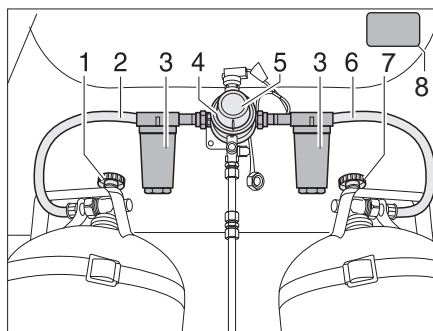
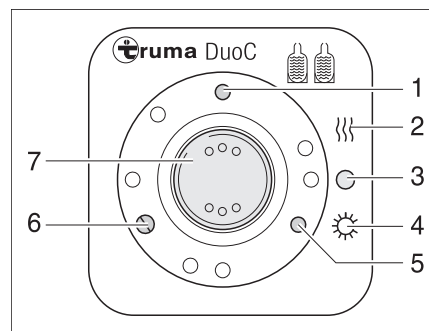

Fig. 83 Dispositif de commutation DuoControl
Fig. 84 Unité de commande
Le dispositif de commutation DuoControl est constitué d'une robinetterie de commutation (Fig. 83,4) et de l'unité de commande (Fig. 84). La robinetterie de commutation est montée entre les flexibles de gaz (Fig. 83,2 et 6). Avec le bouton rotatif (Fig. 83,5) sur la robinetterie de commutation, on peut déterminer laquelle des bouteilles de gaz est la bouteille de service et quelle bouteille de gaz est utilisée comme bouteille de réserve.
La robinetterie de commutation (Fig. 83,4) est équipée de l'installation de dégivrage du régulateur EisEx. On évite ainsi des dérangements de l'installation de gaz en hiver.
Avant la robinetterie de commutation se trouvent de chaque côté un filtre à gaz (Fig. 83,3), lequel protège l'installation de gaz de l'encrassement par l'huile et des impuretés.
Seules les fonctions électriques peuvent être commandées sur l'unité de commande (Fig. 84). Les robinets principaux des bouteilles de gaz (Fig. 83,1 et 7) doivent être ouverts à la main.
La robinetterie de commutation garantit une pression de gaz constante, indépendamment de la bouteille de gaz utilisée. Les deux voyants de contrôle sur l'unité de commande montrent le niveau de remplissage de la bouteille de service. Lorsque le voyant de contrôle (Fig. 84,6) vert est allumé, la bouteille de service est pleine. Lorsque le voyant de contrôle (Fig. 84,5) rouge est allumé, la bouteille de service est vide. L'alimentation en gaz se fait alors via la bouteille de réserve.
- Ouvrir les robinets principaux des bouteilles de gaz (Fig. 83,1 et 6).
- Avec le bouton rotatif (Fig. 83,4) situé sur la robinetterie de commutation (Fig. 83,3), sélectionner la bouteille de gaz à partir de laquelle le gaz sera utilisé principalement (bouteille de service). Toujours tourner le bouton rotatif à fond.
- Mettre le commutateur à bascule (Fig. 84,7) sur "O" (Fig. 84,3). Le voyant de contrôle jaune (Fig. 84,1) s'éteint.
- Fermer les robinets principaux des bouteilles de gaz (Fig. 83,1 et 6).
Les voyants de contrôle de l'unité de commande (Fig. 84,5 et 6) signalent à l'intérieur du véhicule si la bouteille de gaz est en état de marche.
Lorsque le voyant de contrôle vert (Fig. 84,6) s'éteint pendant le fonctionnement et que le voyant de contrôle rouge (Fig. 84,5) s'allume, la bonbonne de gaz sélectionnée comme bouteille de service est vide et doit être remplacée. La bouteille de réserve alimente les appareils à gaz.
- ▶ Tenir compte de l'autocollant de sécurité (Fig. 83,8) sur le compartiment à gaz.